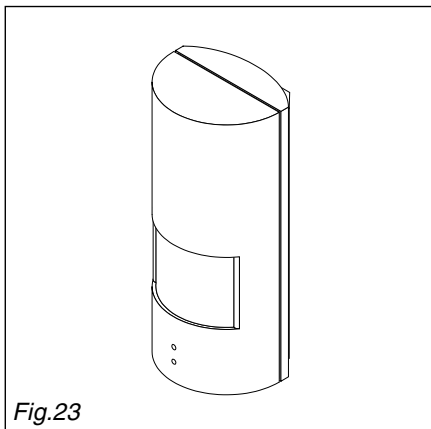

Fig.23
3.4.1 Description du produit (fig. 23)